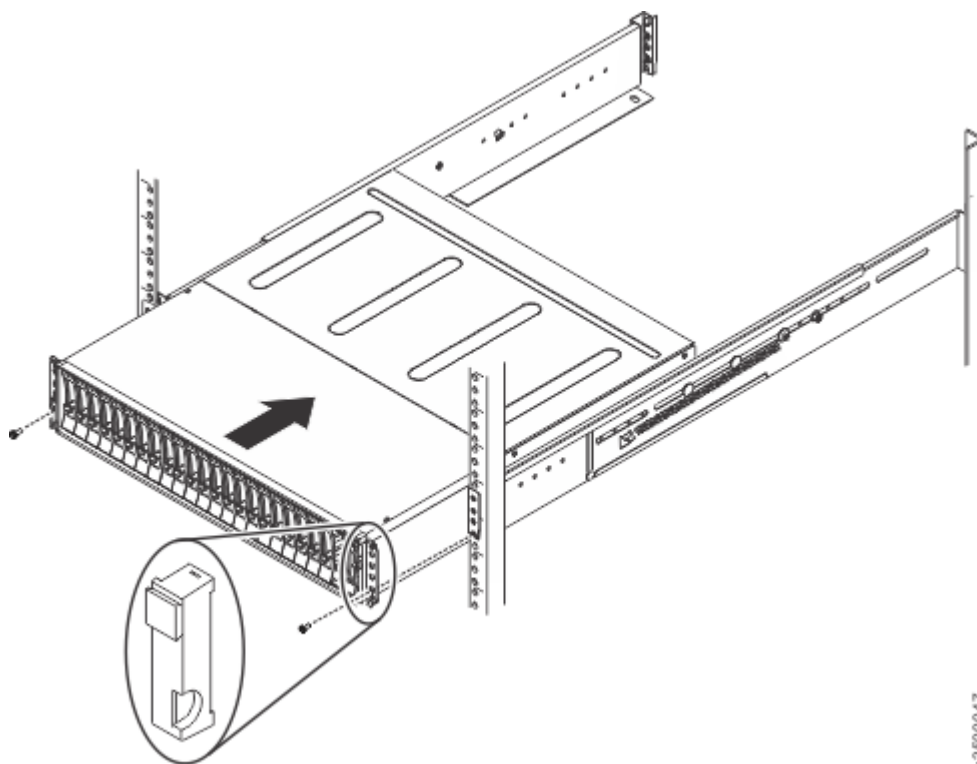

Figura 41. Inserindo o gabinete no rack
3. Deslize o gabinete cuidadosamente na direção do rack ao longo dos trilhos até que o gabinete esteja totalmente inserido (consulte Figura 41 na página 36.)
Consulte Figura 41 na página 36. A tampa de extremidade esquerda possui janelas de indicador que alinha os LEDs de status (diodo emissor de luz) na borda do gabinete.